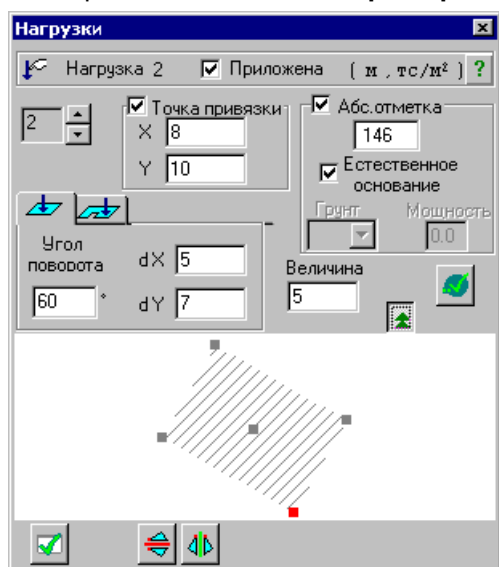

Рис.11.4.5. Окно диалога **Нагрузки**
➤ Во все еще открытом окне диалога **Нагрузки** (рис.11.4.5) выполните следующие действия:
- в дополнительно открывшейся части окна диалога щелчком мыши укажите точку привязки (нижняя правая) прямоугольного штампа нагрузки так, как это показано на рис. 11.4.5.